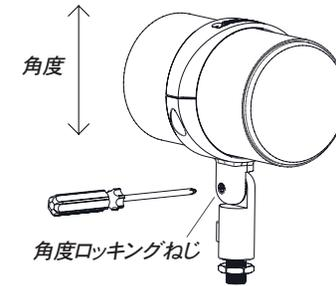

図9
5. Philipsのネジ回し(別売)を使用して、角度を上げるロッキングねじ(図9をご覧ください)を緩め、好きな角度にスピーカーを持ち上げてロッキングねじを手で締めます。**絶対に締めすぎないでください。**